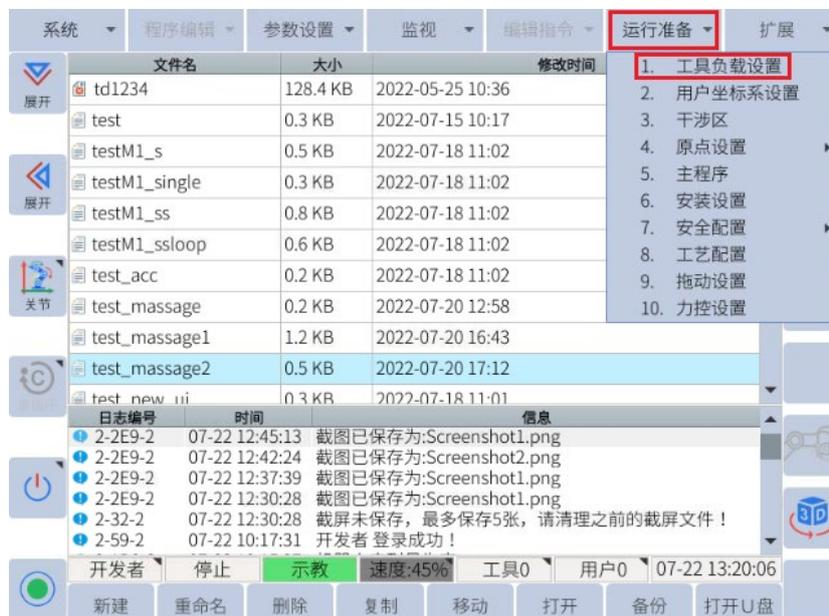

图 6-30: 顶部菜单栏 “运行准备->工具负载设置”
- a. 点击顶部菜单栏中的运行准备->工具负载设置，进入工具号界面，如图 6-30 所示：